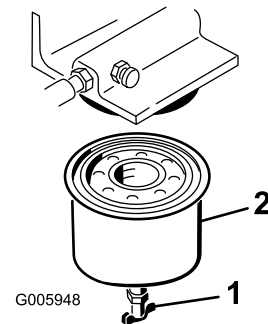

図 31
4. ドレンバルブ（図 31）を開き、出てくる燃料を容器に受けて適切に処分する。
5. フィルタレンチを使って燃料フィルタを外す（図 31）。